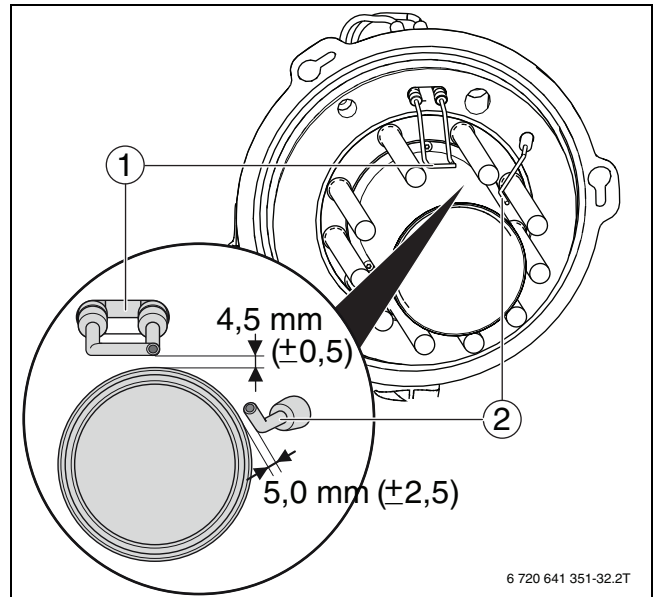

Bild 82 Zünd- und Überwachungselektroden
- ▶ Elektrodenabstände messen und gegebenenfalls über die Befestigungsschrauben justieren (→ Bild 82, Seite 50).